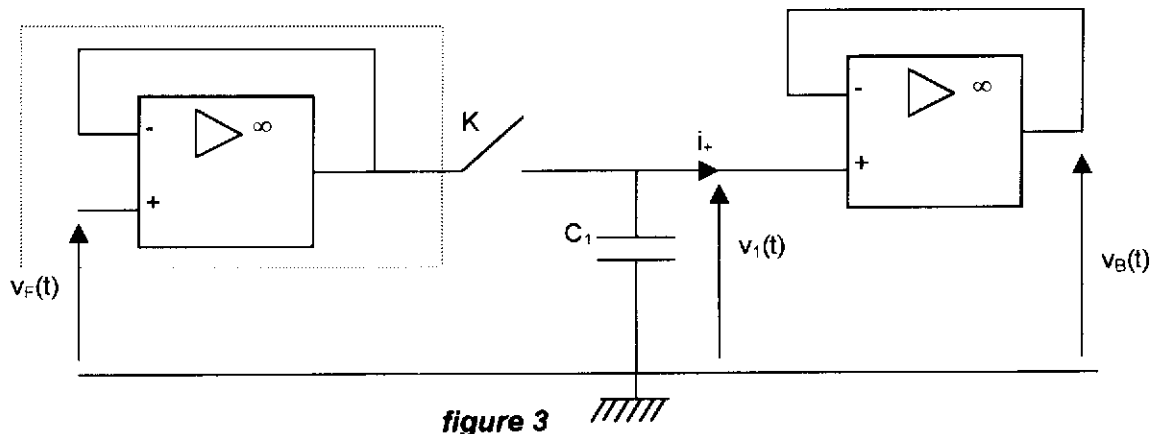

figure 3
2/ Le schéma de principe de l'échantillonneur bloqueur est représenté figure 3.
2.1/ Quel est le rôle de l'étage représenté à l'intérieur des pointillés figure 3 ? Quel est son nom ?